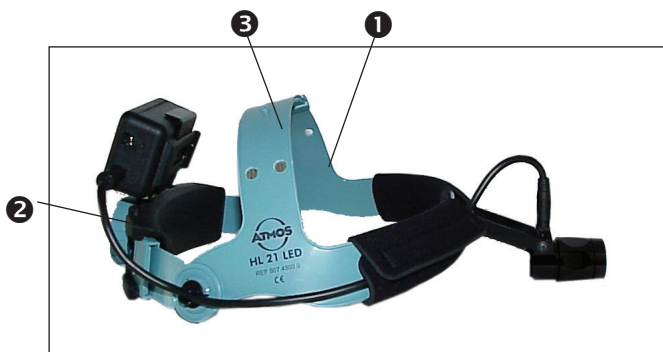

Fig. 2. Luce Frontale ATMOS® HL 21 LED
- Inizialmente prendere il caschetto insieme alla luce frontale (❶, fig. 2) e appoggiarlo su un tavolo di fronte a voi.
In base alla misura della vostra testa, regolare il caschetto gradualmente fino alla posizione per voi corretta e confortevole girando la manopola (❷, fig. 2). Il livello del caschetto si regola tramite la fascetta regolabile (❸, fig. 2).